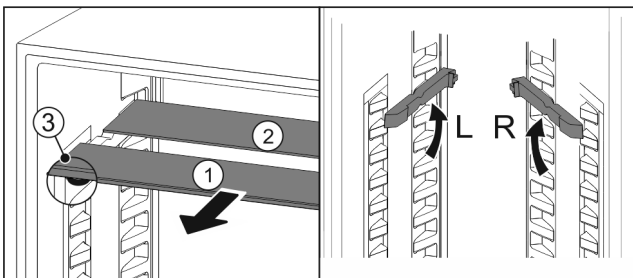

Fig. 17
- ▶ Glasplaten afzonderlijk vanaf de voorkant eruit trekken Fig. 17 (1).
- ▷ Glasplaat Fig. 17 (1) met sierlijst ligt voor.
- ▷ Stops Fig. 17 (3) zijn naar onder gericht.